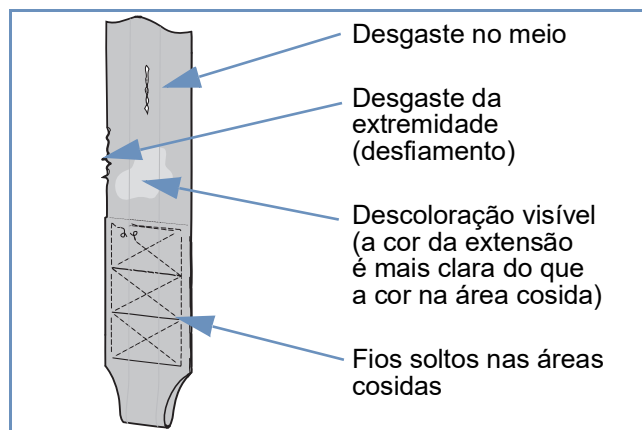

Figura 11
- Procure quaisquer sinais de desgaste ou descoloração, conforme mostrado na Figura 11.